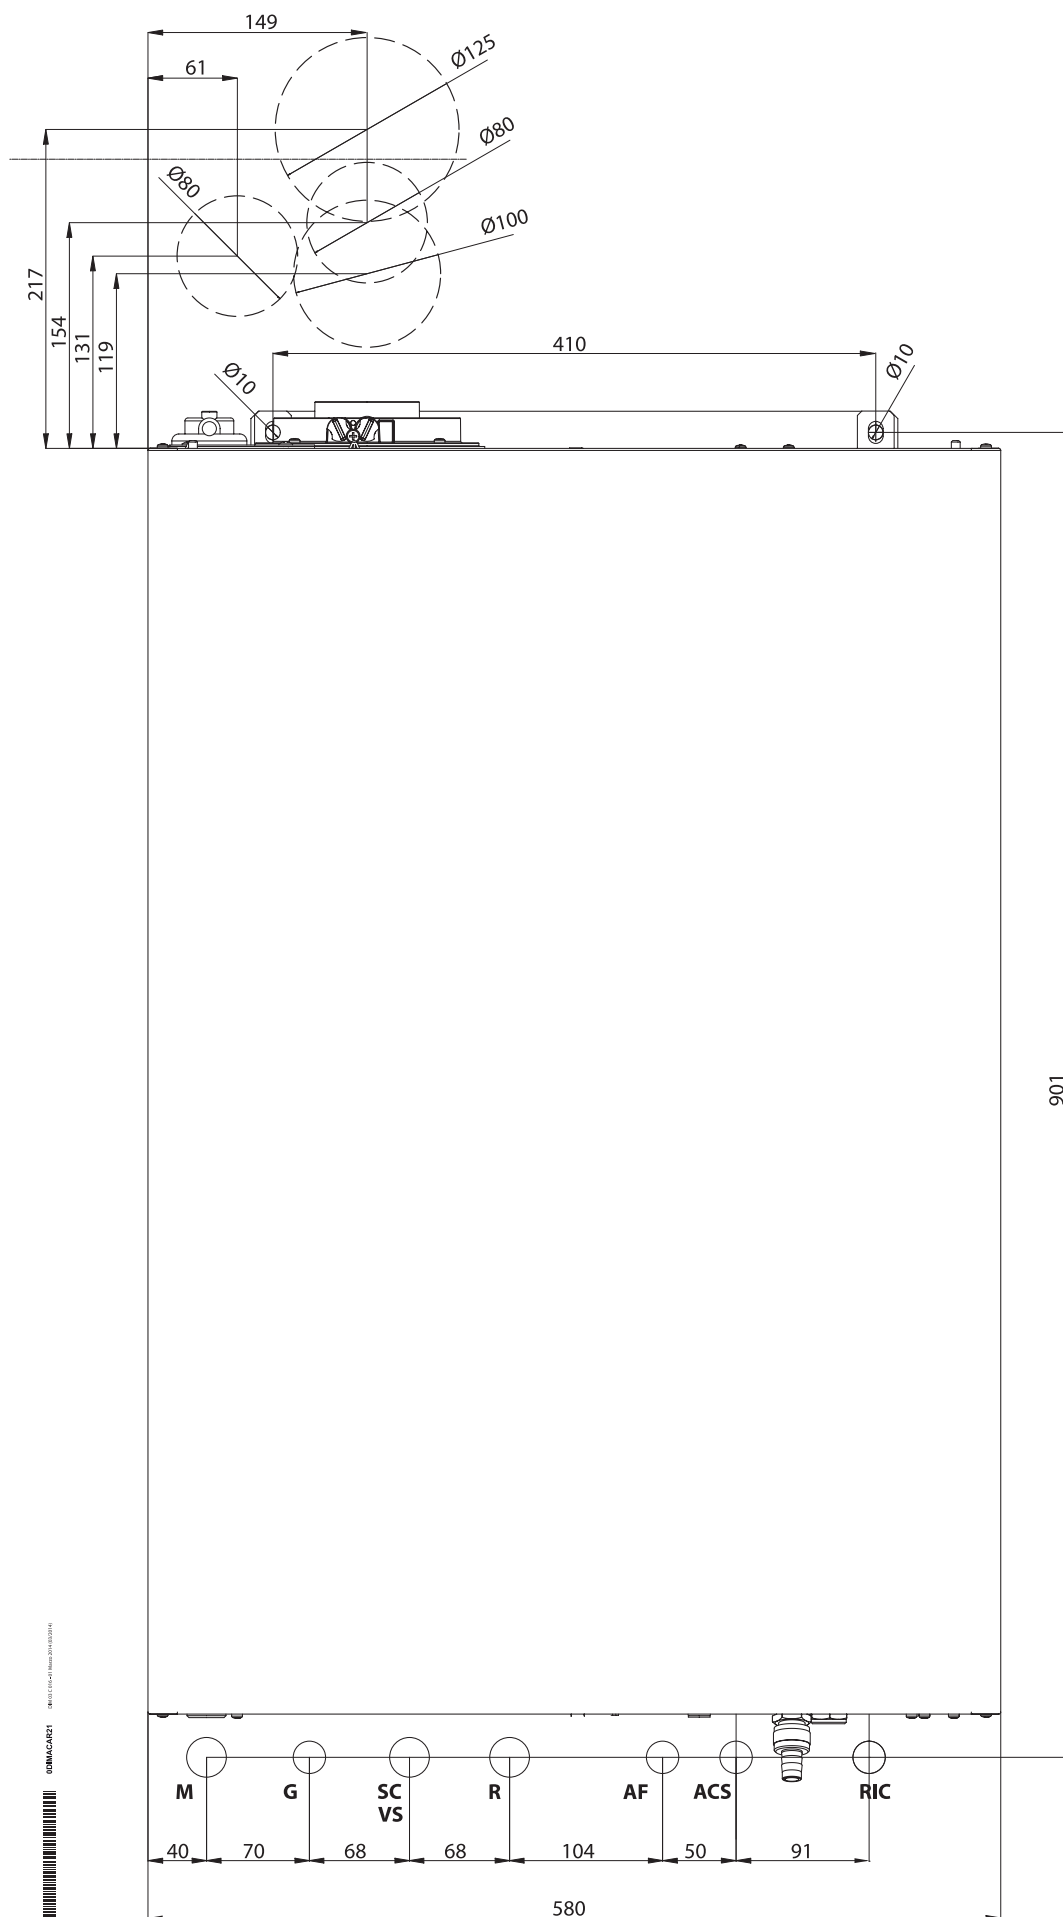

Fig. 6 Șablon de hârtie
- » Șablon de montare a centralei pe perete (vezi Fig. 6 Șablon de hârtie).
Fiecare echipament este însoțit de un șablon de hârtie inclus în ambalaj (vezi Fig. 6 Șablon de hârtie).
- Fixați șablonul (vezi Fig. 6 Șablon de hârtie) pe perete